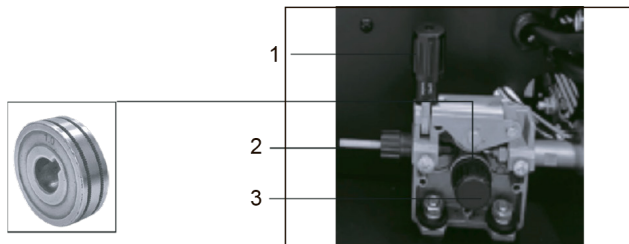

рис.10
12. Установите катушку с сварочной проволокой на шкиф (рис.2 поз. 2) так, чтобы при подаче проволоки катушка вращалась против часовой стрелки, для этого необходимо открутить фиксатор шкива (рис.2 поз.1), установить катушку и зафиксировать ее в обратной последовательности, после чего пропустите сварочную проволоку в механизм подачи (рис. 10):
- открутите фиксатор изменения усилия зажатия (рис.10 поз.1) и откройте прижимной механизм подачи проволоки, отведя его вверх;
- проверьте, чтобы размер канавки ролика на прижимном механизме соответствовал диаметру используемой сварочной проволоки, при необходимости поменяйте положение ролика, открутив фиксатор ролика (рис. 10 поз.3) против часовой стрелки;
- пропустите проволоку внутри направляющей трубки (рис.10 поз.2) и дальше в механизм подачи;
- опустите прижимной механизм и установите необходимое усилие прижима ролика поворотом фиксатора (рис.10 поз.1);